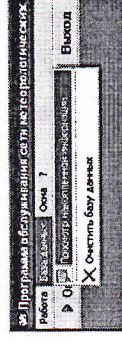

Рисунок 9 – Вызов окна **СОДЕРЖАНИЕ БАЗЫ ДАННЫХ**.
5.3.3.5 Вызовом в меню БАЗА ДАННЫХ команды ПРОСМОТР НАКОПЛЕННОЙ ИНФОРМАЦИИ (рисунок 9) можно просмотреть